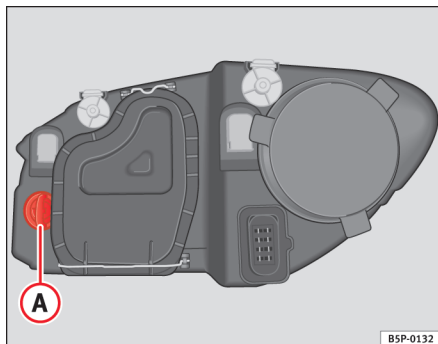

Fig. 185 Blinklyspære
- Drej fatningen ⇒ fig. 185 **A** mod venstre, og træk i den.